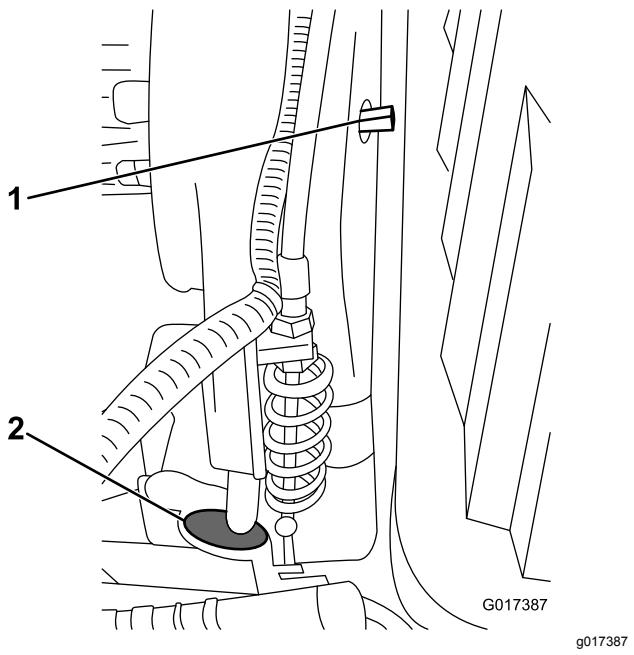
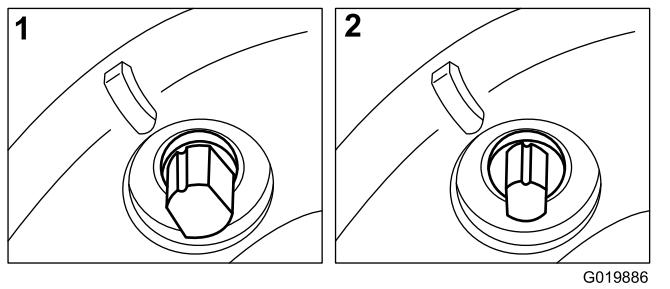

Figura 49
Figura 50
Retire el tapón de goma (Figura 49) desde el orificio en la parte delantera de la transmisión si necesita acceder al embrague del molinete.
La correa de transmisión está tensada por una polea tensora a resorte. Si es necesario eliminar o restaurar la tensión en la correa, utilice una llave de 10 mm para girar el eje de engranado/desengranado (Figura 49) a la posición deseada. Al girar el eje 1/4 de giro (90°) en sentido horario se desengrana la polea de la correa (Figura 50).
- Nota:** Retire el tapón de goma (Figura 49) desde el orificio en la parte delantera de la transmisión para inspeccionar el embrague del molinete.